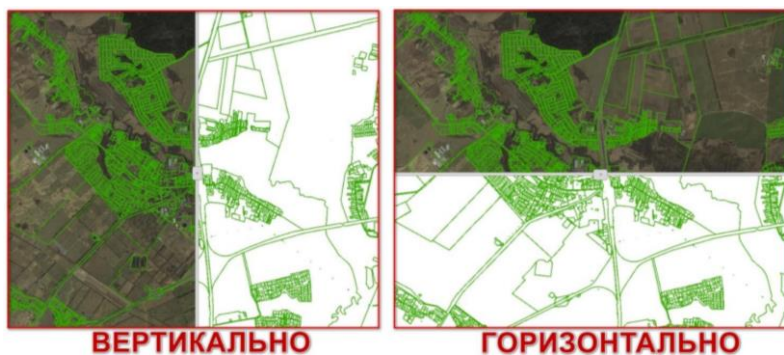

Рис. 163 – Разделение слоев
- Разделить слой вертикально, горизонтально либо областью. Окно выбора метода разделения появляется при наведении мышкой на пункт «Разделить слой» в меню управления слоями. Для выбора метода разделения нужно нажать ЛКМ на нужный метод в панели методов разделения. Слой, для которого была выбрана функция «Разделить слой» будет регулироваться вертикально, горизонтально или отображаться в области (рисунок 163).